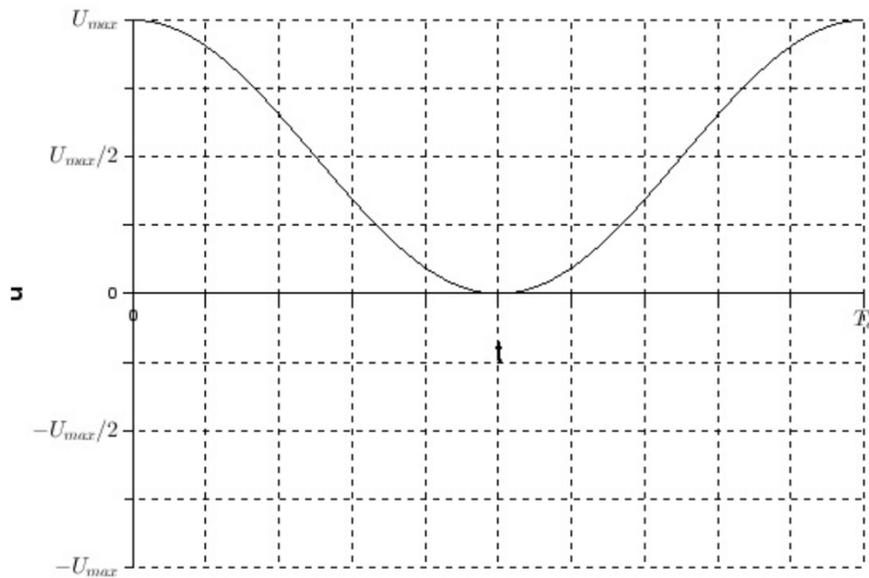

FIGURE 1.10 – Chronogramme du signal  $u_e(t)$  sur une période
33. On a représenté en figure 1.10 de l'Annexe à rendre avec la copie le signal  $u_e(t)$  sur une période. Représenter sur le même graphique les signaux  $u_{\text{scie}}(t)$  et  $u_{\text{mod}}(t)$ . On note  $V_{\text{sat}}$  la tension de saturation positive de l'ALI. On prendra pour le tracé graphique :  $V_{\text{sat}} = \frac{U_{\max}}{2}$ .